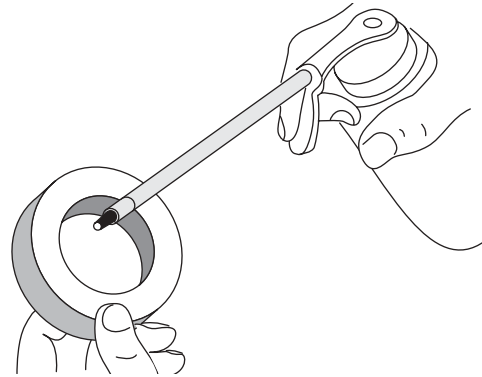

Fig. 24
4. Applicare una quantità di olio sufficiente a rivestire leggermente il filtro (Fig. 24).